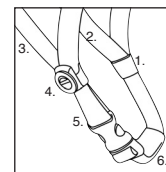

fig.10
Fig 10: Passez la nourrice de la courroie de gauche (1) sous l'oreille gauche, étirez la courroie gauche de la nuque (2) en tirant sur celle de droite (3). La nourrice gauche de la courroie doit être positionnée sous l'oreille gauche. Fermez la nourrice Drop-Lock de gauche. Placez de même la nourrice de la courroie droite (4) directement sous votre oreille droite. Pour cela, tendez les courroies de la nuque directement avec une des deux courroies (5). Verrouillez le clip et tendez les courroies en tirant sur les deux extrémités libres (6) jusqu'à ce que ce soit confortable (pour détendre les courroies procédez exactement de façon inverse en relâchant et en poussant). Les extrémités libres des courroies doivent être guidées au travers de l'anneau en caoutchouc.